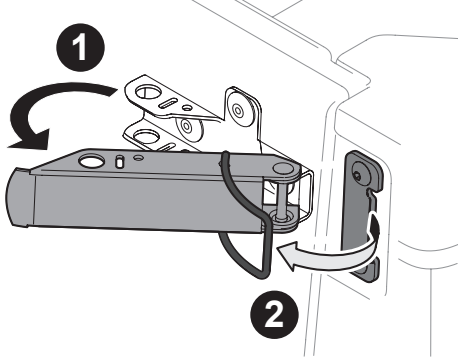
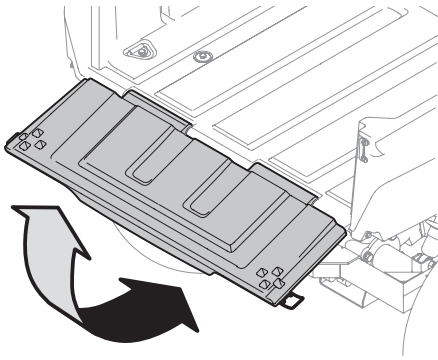
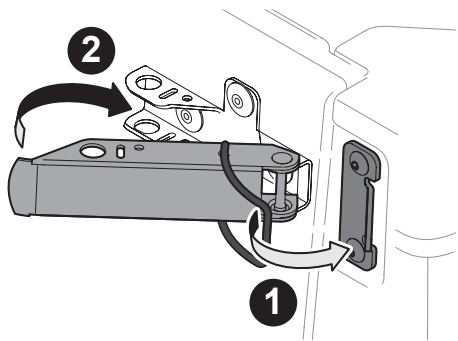

Figura 3-6
Figura 3-7
Figura 3-8
1. Destrabe la puerta trasera de la caja de carga y báje-la. Consulte Figura 3-6 y las Figura 3-7.
2. Eleve y vuelva a trabar la puerta trasera en la caja de carga. Consulte la Figura 3-7 y las Figura 3-8. No conduzca el vehículo si la puerta trasera no está abajo.